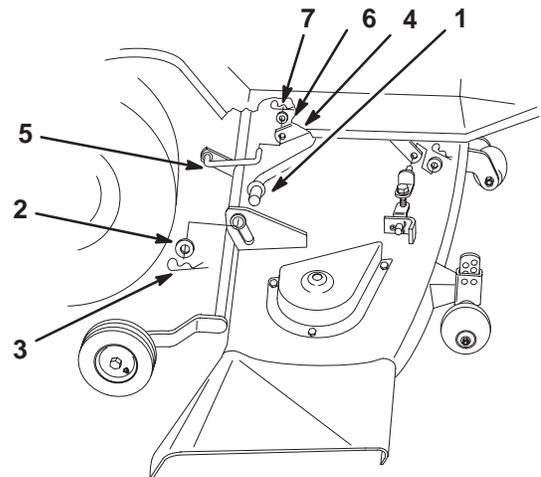

Figure 29
- Retirez la petite goupille fendue et la rondelle de la biellette arrière et déposez la biellette du mécanisme de commande d'accessoire (Fig. 29).
- Retirez les goupilles fendues et les rondelles des bras de relevage arrière (Fig. 29).
- Glissez le plateau de coupe vers la droite pour l'extraire des bras de relevage arrière (Fig. 29).